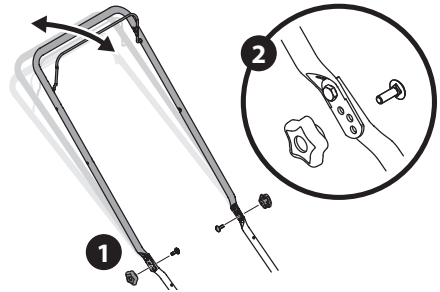

Figure 25
1. Retirez les écrous papillon et les boulons de carrosserie du guidon (Figure 25).
2. Ajustez le guidon dans une des trois positions. Voir l'encadré de la Figure 25.